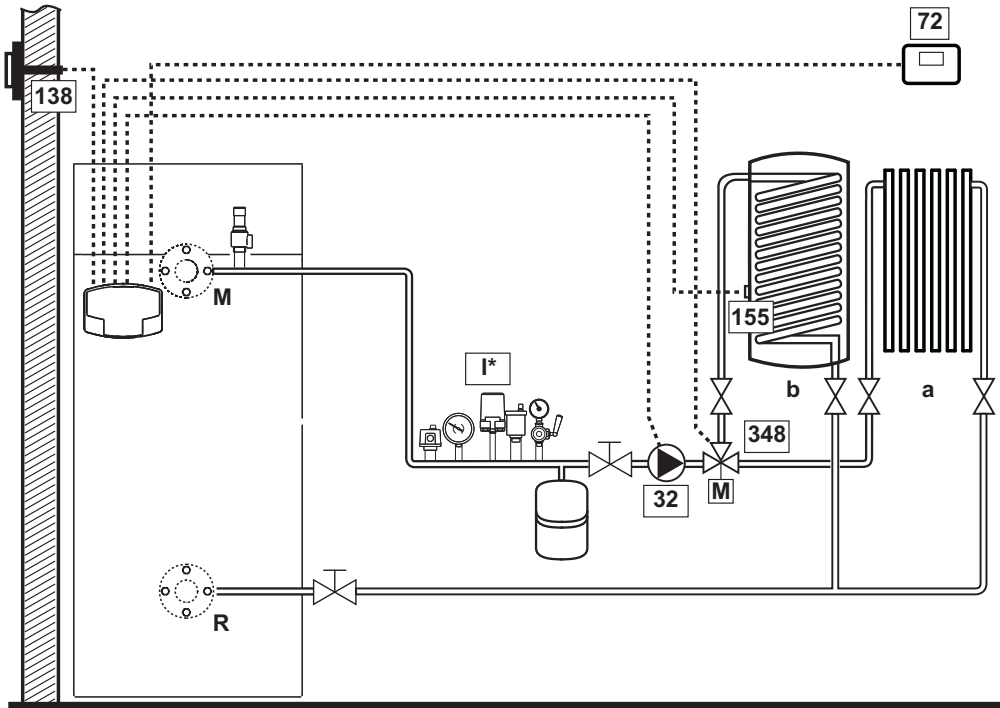
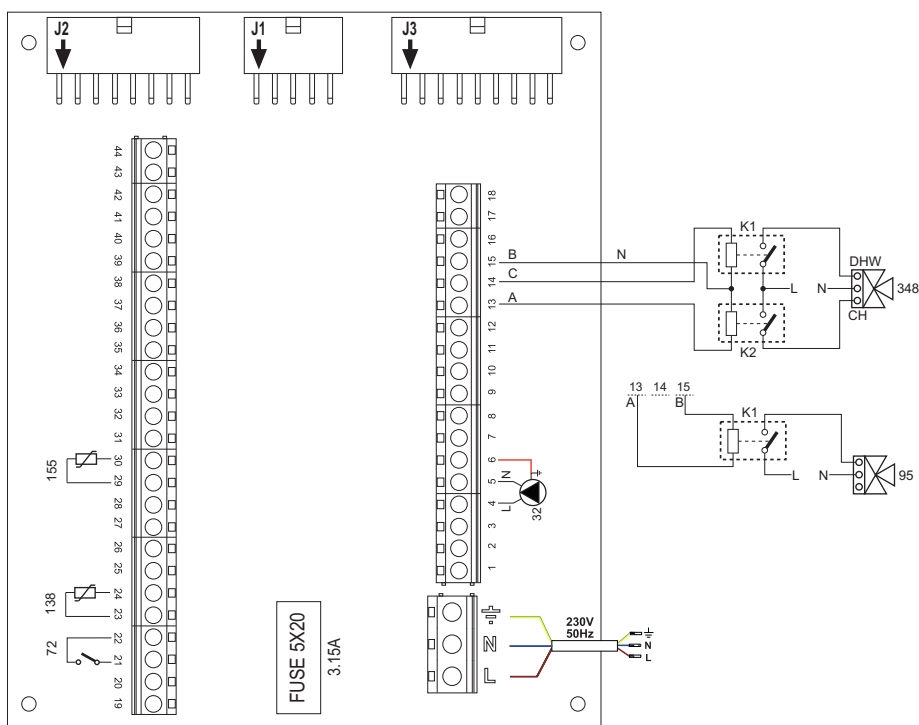

рис. 43
рис. 44
**Во избежание повреждения платы рекомендуется использовать внешние реле для управления 3-ходовым клапаном, как указано в рис. 44.**
**Спецификация (рис. 43 и рис. 44)**